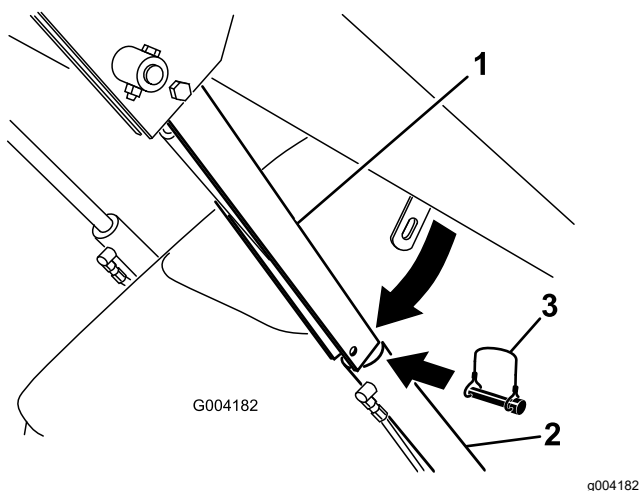

图 22
4. 卸下将油缸锁固定到装载机臂上的保险销 图 22。
5. 将油缸锁降到油缸杆上方并用保险销固定 图 22。